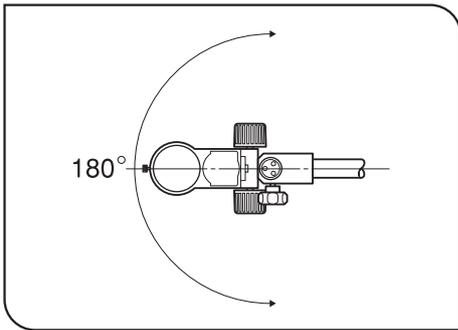

fig. 8
4. Para rodar o braço de fixação horizontalmente, solte o botão de aperto da rotação do braço de fixação. (fig. 8)